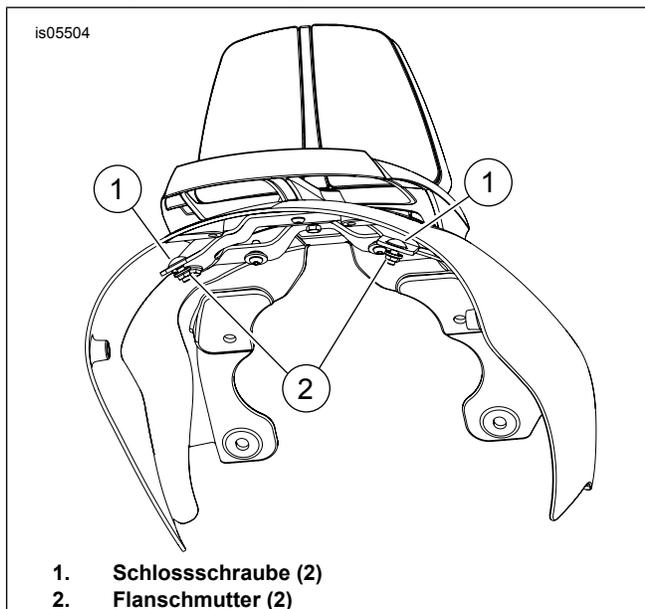

**Abbildung 2. Innenseite des Schutzblechs**
1. Siehe Abbildung 2. Auf der lackierten Außenseite des Schutzbleches Kreppband an den Stellen aufkleben, an denen die Löcher (2 und 3) gebohrt werden. Dies schützt die lackierte Oberfläche während des Bohrens.
*Siehe Abbildung 2. Falls zuvor ein Gepäckträger eingebaut wurde, so ist nur Loch (2) zu bohren.*
1. Siehe Abbildung 2. Auf der lackierten Außenseite des Schutzbleches Kreppband an den Stellen aufkleben, an denen die Löcher (1, 2 und 3) gebohrt werden. Dies schützt die lackierte Oberfläche während des Bohrens.